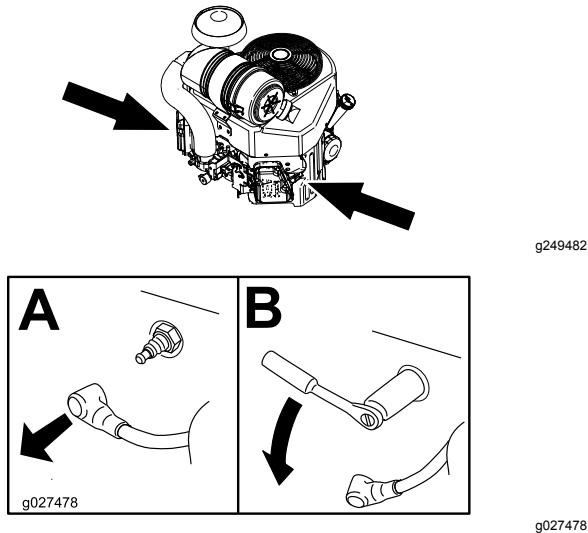

Figure 32
3. Localisez et déposez les bougies, comme montré à la Figure 32.